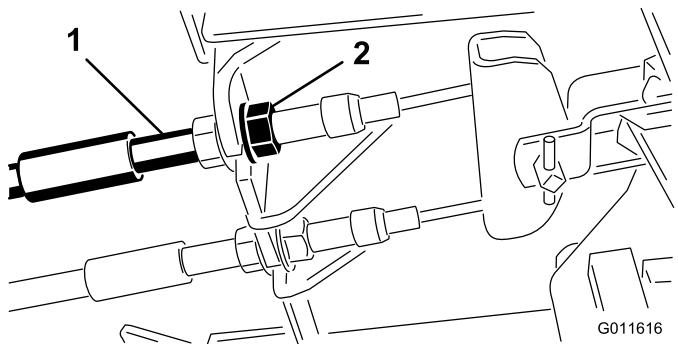

Figure 65
1. Pour réduire la garde aux pédales de frein, serrez les freins en desserrant l'écrou avant sur l'extrémité filetée du câble de frein (Figure 65).